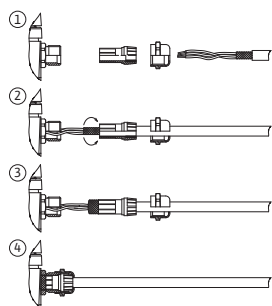

Fig. 25: Skjermstøtte
Skjermingen kobles til kabelgjennomføringen på elektronikkmodulen. Se Fig. 25.
Kablene til de digitale inngangene, analoge inngangene og BUS-kommunikasjonen må skjermes av metall-kabelskjøten med gjenger til kabelgjennomføringen (Fig. 19, pos. 4, 5 og 6). Beskyttelse: Se Fig. 25.